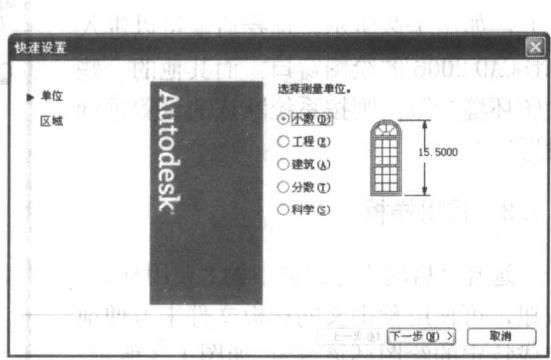

图 1-6 设置绘图单位图
(1) 指定绘图单位(如图 1-6 所示)。系统提供了 5 种可供选择的绘图单位: 小数、工程、建筑、分数、科学。用户可以根据需要单选其中的一种。默认选择小数。选择后单击“下一步”。